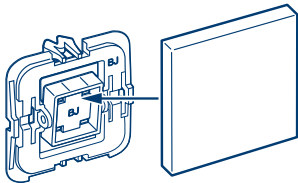

Abbildung 6
- Ist die Lichtsteuerung erfolgreich in das Smart Home System eingebunden, befestigen Sie den passenden Adapter auf Ihrer Wippe (s. Abbildung 6).